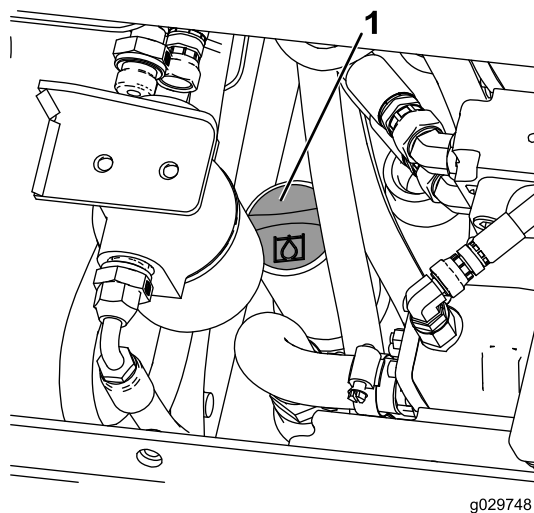

Рисунок 27
5. Очистите зону вокруг заливной горловины и крышки гидравлического бака (Рисунок 27).